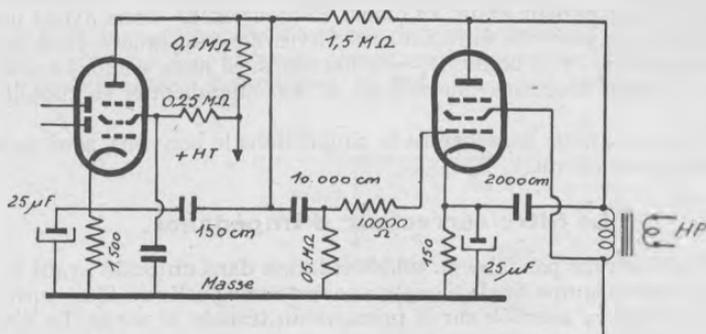

Fig. 19. — Contre-réaction simple.
1. Partie basse fréquence formée de EBC 3 et EL 3 : nous remplaçons la EBC 3 par une EBF 2 en nous inspirant des schémas de la figure 19.